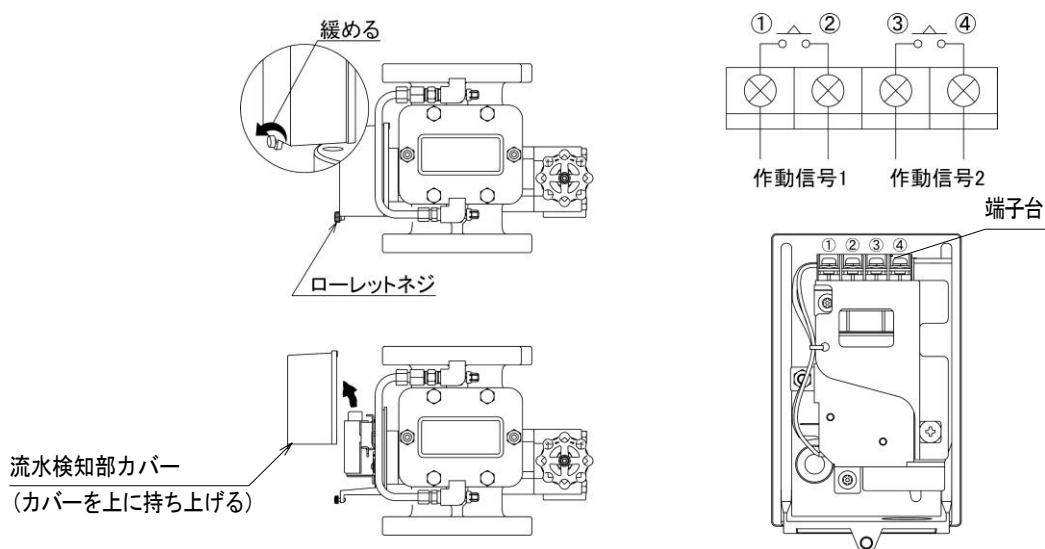

図8
(3) 付属品の取付（流水検知装置を据付後に実施）
- ①圧力計を取り付けてください。（ねじ部にはシールテープを使用し、ペースト状のシール材は使用しないでください）
- ②「常時開」プレートを一次側制御弁に、「常時閉」プレートを排水弁（V1）に取り付けてください。
(4) 結線（図8参照）
- ①流水検知部のローレットネジ（1本）を流水検知部カバーが外せるようになるまで緩めてください。
- ②流水検知部カバーを上を持ち上げて外してください。
- ③図8に示すように端子番号「①－②」または「③－④」のどちらかに結線してください。